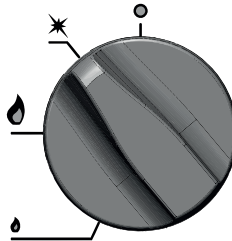

Bild 9. Die Einstellung des Drehknopfes bei der nur der Pilotbrenner durch das Gas versorgt wird
- Den eingedrückten Drehknopf in die Lage „Pilotbrenner“ wie auf dem Bild 9 (gegen den Uhrzeigersinn) umdrehen.
- Wenn der Brenner momentan nicht benutzt wird, sollte der ihn steuernde Drehknopf in die Position „Pilotbrenner“ gedreht werden (Bild 9).